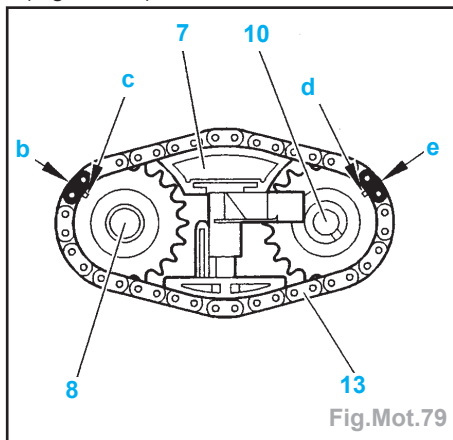

Fig.Mot.79
- Positionner la chaîne (13) sur les pignons des arbres à cames (8 et 10) (Fig.Mot.79).
- Huiler les chapeaux de paliers d'arbres à cames (9).
- Reposer (Fig.Mot.79) :
- l'ensemble chaîne (13), tendeur de chaîne (7) et arbres à cames (8 et 10),
- les chapeaux de paliers d'arbre à cames (9).
Important : Vérifier que les maillons repérés en noir «a et e» sont en regard avec les dents repérées «c et d» des pignons d'arbre à cames. Dans le cas contraire, recommencer l'opération de repose des arbres à cames (Fig.Mot.79).